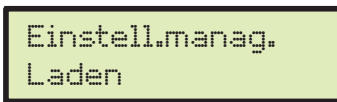

Abb. 77
- Wählen Sie die Angabe Laden (Abb. 77) und drücken Sie **OK**;